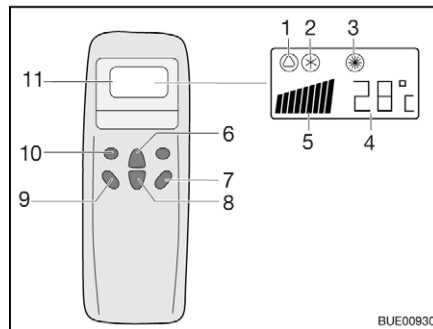
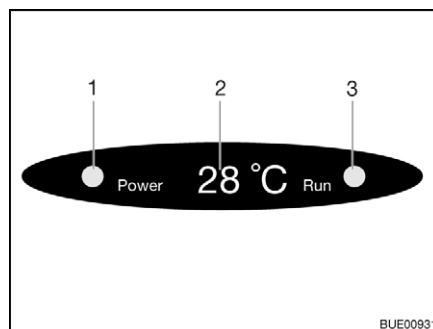

Bild 173 Fjärrstyrning
Bild 174 Diffusörens display
- Tryck på knappen "ON/OFF" (Bild 173,7).
- Tryck så många gånger på knappen "Mode" (Bild 173,10) tills önskad driftstyp (Bild 173,1, 2 eller 3) visas på displayen. Motsvarande kontrollampa tänds på diffusörens display (Bild 174,3).
- Ställ in önskad temperatur med knappen Temperaturökning (Bild 173,6) eller Temperatursänkning (Bild 173,8).
- Med knappen Fläktvarvtal (Bild 173,9) väljs önskad fläktkapacitet.